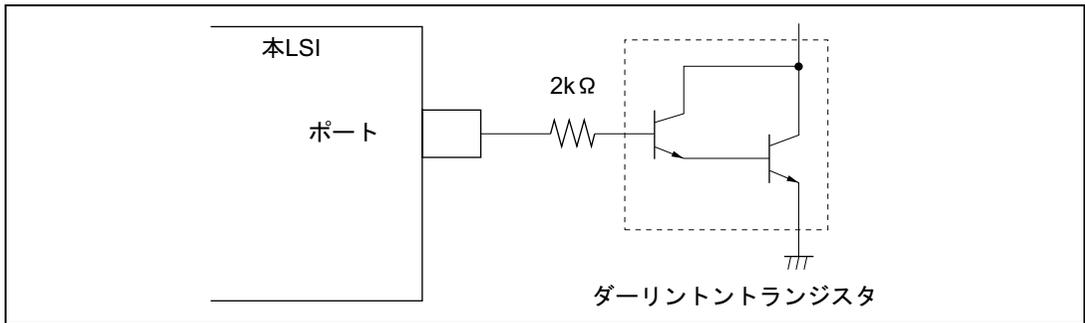
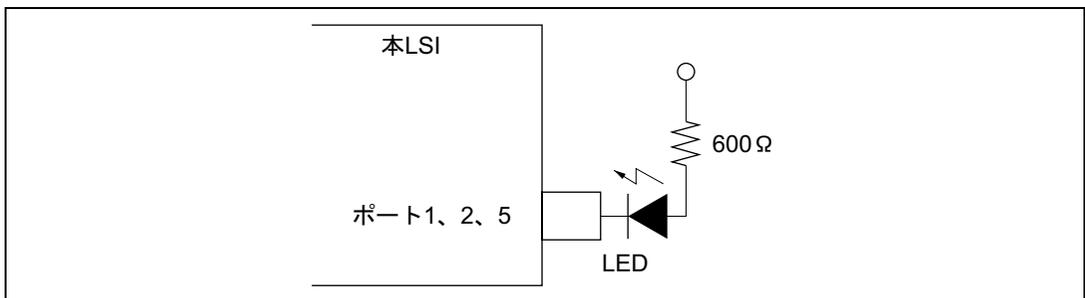

図 21.4 ダーリントトランジスタ駆動回路例
図 21.5 LED 回路例
2. ダーリントントランジスタや、LED を直接駆動する場合には、図 21.4、図 21.5 に示すように、出力に必ず電流制限抵抗を挿入してください。